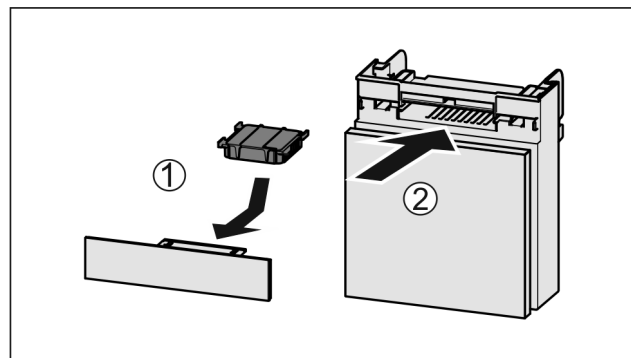

Fig. 114
- Insérer le filtre à charbon actif d'après le schéma Fig. 114 (1).
- Insérer le compartiment Fig. 114 (2).